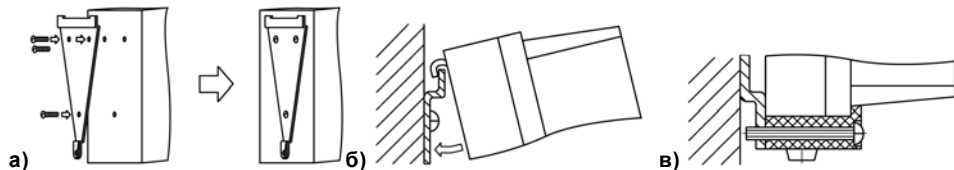

Рисунок 5.1 Монтаж прибора настенного исполнения Н
- 1) Закрепить кронштейн тремя винтами М4×20 на поверхности, предназначенной для установки прибора (см. Приложение А и рисунок 5.1, а).
- 2) Зацепить крепежный уголок на задней стенке прибора за верхнюю кромку кронштейна (рисунок 5.1, б)
- 3) Прикрепить прибор к кронштейну винтом М4×35 из комплекта поставки (рисунок 5.1, в).